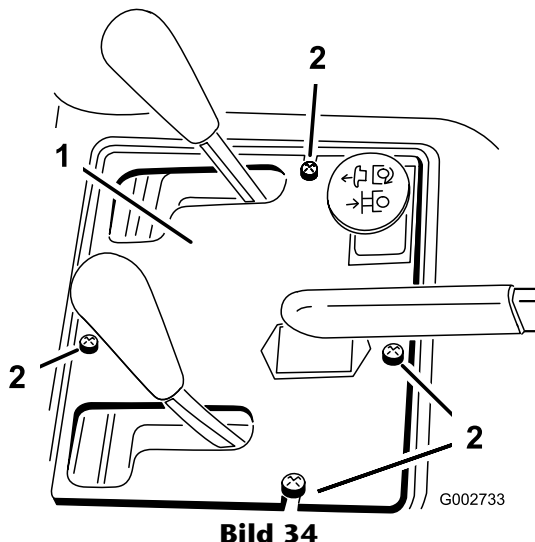

Bild 34
2. Nehmen Sie die vier (4) Schrauben ab, mit denen das Armaturenbrett am Rahmen befestigt ist (Bild 34).